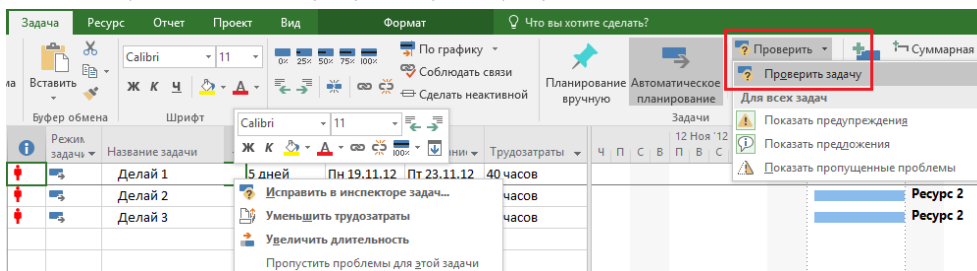

Рисунок 8.14 – Выбор варианта устранения перегрузки
- 2.4. Перенести на доступную дату (см. рисунок 8.14).